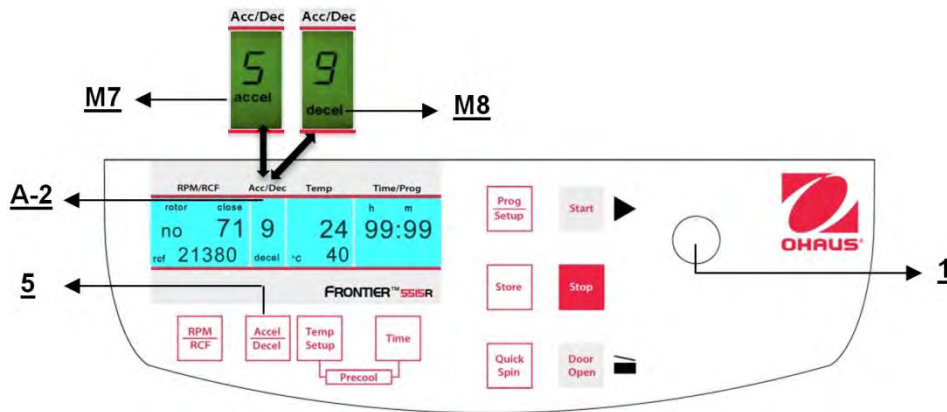

Figure. 18
Cette fonction est activée avec la touche **"Accel/Decel"** (5) (voir la figure 18). En appuyant une fois sur la touche, le mot **"accel"** (M7) clignote sur l'affichage **"Acc/Dec"** (A-2). L'accélération désirée peut être présélectionnée en réglant le bouton (1). La valeur 0 est équivalente à la plus faible accélération et la valeur 9 correspond à la plus élevée. En appuyant deux fois sur la touche **"Accel/Decel"** (5), le mot **"decel"**(M8) apparaît sur l'affichage **"Acc/Dec"** (A-2). Dorénavant, l'intensité de freinage désirée peut être présélectionnée en réglant le bouton (1). La valeur 9 est équivalente à la durée de freinage la plus courte et la valeur 0 correspond à la plus longue.